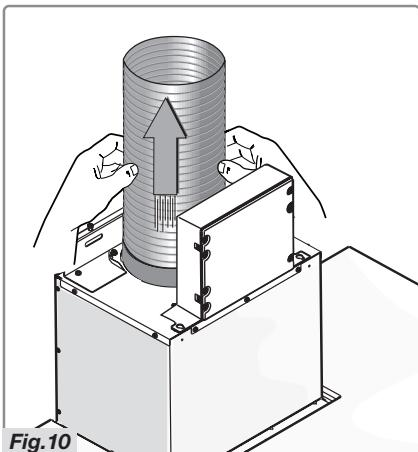

Fig. 10
- Sluit de flens aan op de luchtafvoer met behulp van een buis (Fig.10).